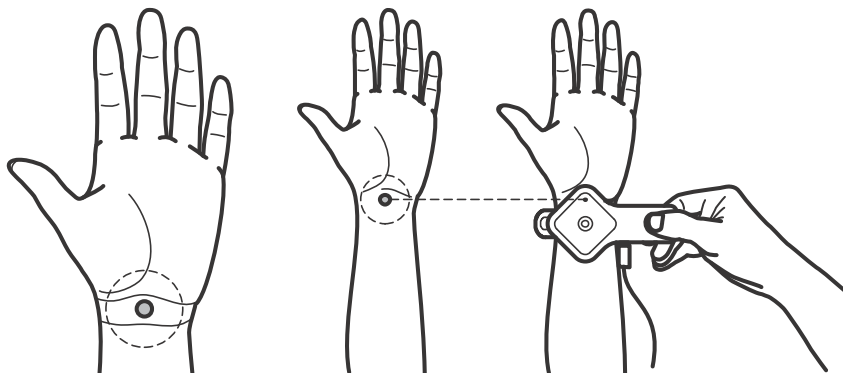

Abb. 5
8.4.5. Halten Sie die linke Hand mit der Handfläche nach oben und bringen Sie das Gerät am Handgelenk an. Die aktive Elektrode des Messgeräts muss exakt auf dem biologisch aktiven Punkt (BAP) Ihres linken Handgelenks sitzen (Abb.1). Der BAP befindet sich genau in der Mitte der Beugungslinie Ihrer Hand (Abb. 5).
Es ist sehr einfach, den BAP für diese Testung zu finden. Beugen Sie die linke Handfläche in Richtung Handgelenk. Legen Sie den Daumen der rechten Hand genau in die Mitte der Beugungslinie zwischen Handfläche und Unterarm. Strecken Sie die Handfläche wieder nach oben und lassen Sie den rechten Daumen dabei liegen. Der Daumen befindet sich nun genau an dem Punkt, an dem die aktive Elektrode des Messgeräts anliegen muss (Abb. 5).